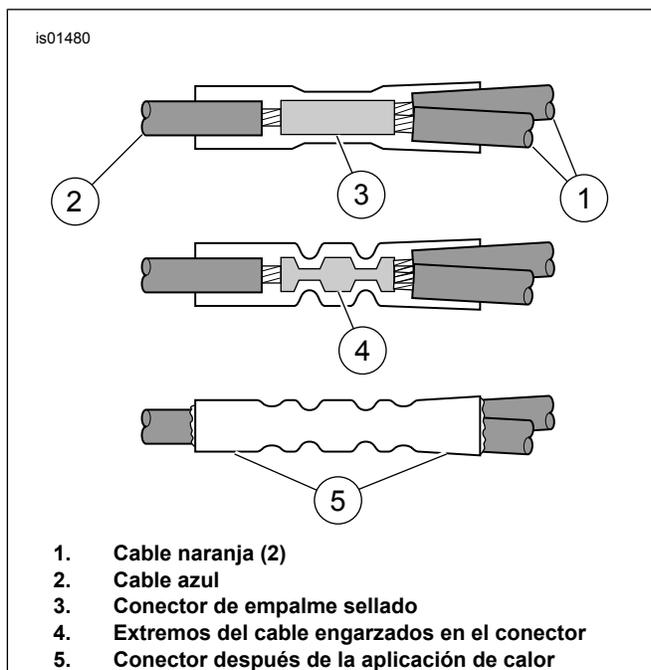

Figura 2. Instalación del conector de empalme sellado
- e. Vea Figura 2. Inserte el cable azul del relé de la luz de parada (2) y los extremos de ambos cables color naranja (1) dentro del conector de empalme sellado (3) del kit.
- g. Vea Figura 2. Usando una UltraTorch UT-100 (H-D-39969), una pistola de calor Robinair (H-D-25070) con el accesorio de contracción por calor (H-D-41183) o cualquier otro dispositivo de calentamiento radiante, caliente el empalme engarzado para encapsular la conexión de empalme. Aplique calor del centro del engarce hacia afuera sobre cada extremo hasta que el sellador derretido salga de ambos extremos del conector (5). Permita que enfrie el conector.